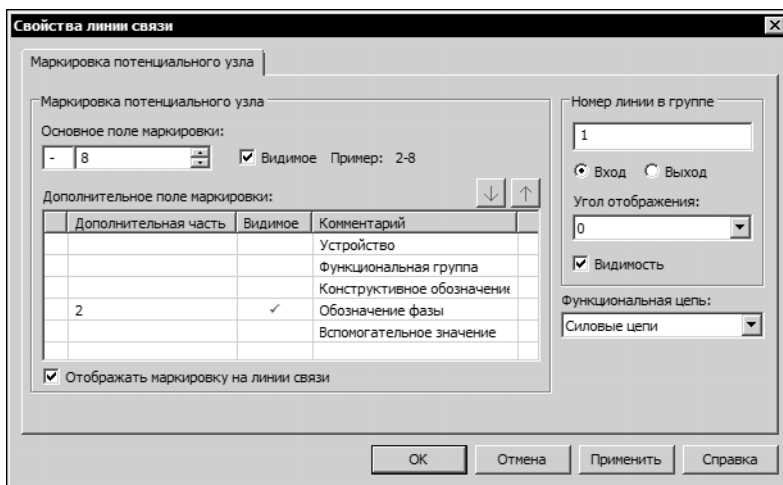

Рис. 22.7. Диалог свойств линии связи
3. После построения линии связи можно просмотреть и при необходимости отредактировать ее свойства. Чтобы открыть соответствующий диалог, дважды щелкните мышью по любому участку линии связи. На экране появится диалог **Свойства линии связи** (рис. 22.7, табл. 22.3).
На схемах принципиальных рекомендуется для каждого потенциального узла сразу построить полную трассу его прохождения, а затем присвоить ему порядковый номер в группе для отображения до и после подключения к группе. Присвоение номера выполняется в диалоге свойств (рис. 22.7, табл. 22.3).
Свойства шины можно просмотреть и отредактировать в диалоге, который открывается двойным щелчком мыши по шине. Этот диалог аналогичен диалогу свойств линии электрической связи (рис. 22.7, табл. 22.3), только для шины можно дополнительно ввести имя и установить его видимость на схемах.